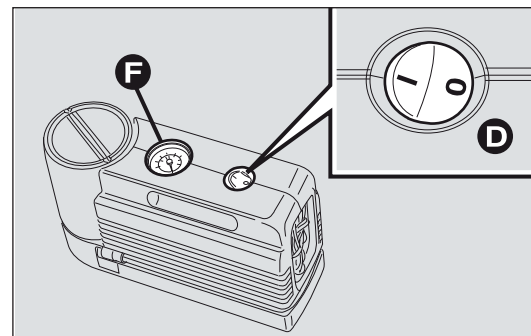
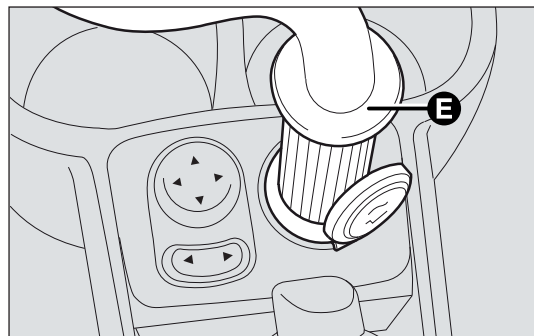

fig. 135
fig. 136
- ☐ assicurarsi che l'interruttore D-fig. 135 del compressore sia in posizione 0 (spento), avviare il motore, inserire la spina E-fig. 136 nella presa di corrente da 12V ubicata sul tunnel centrale e azionare il compressore portando l'interruttore D-fig. 135 in posizione I (acceso). Gonfiare il pneumatico alla pressione prescritta nel paragrafo "Pressione di gonfiaggio" del capitolo "Dati Tecnici".
Per ottenere una lettura più precisa, si consiglia di verificare il valore della pressione sul manometro F-fig. 135 con il compressore spento;